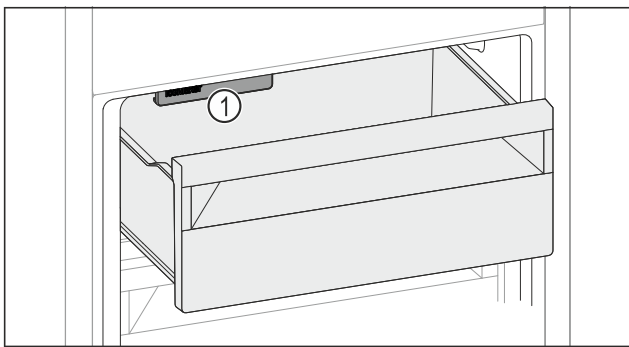

Fig. 56
- ▶ Учитывайте IceMaker Fig. 56 (1).